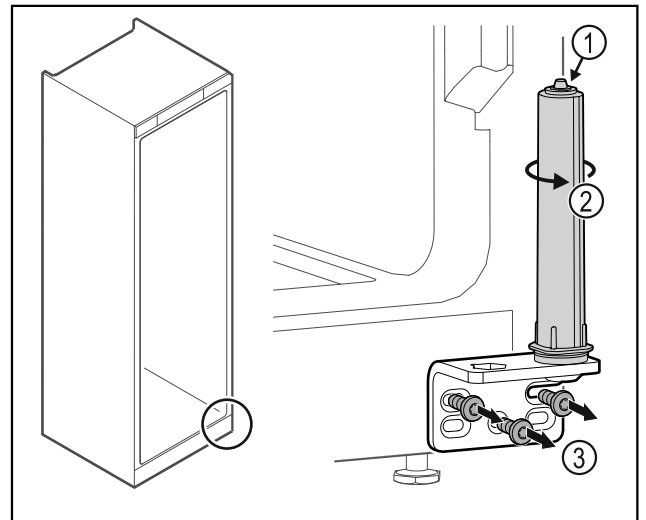

Fig. 36
- Deursluitsysteem Fig. 36 (1) niet uit elkaar halen.
- Sluitsysteem Fig. 36 (2) draaien tot het klikt.
- Scharnierhoek losschroeven Fig. 36 (3).